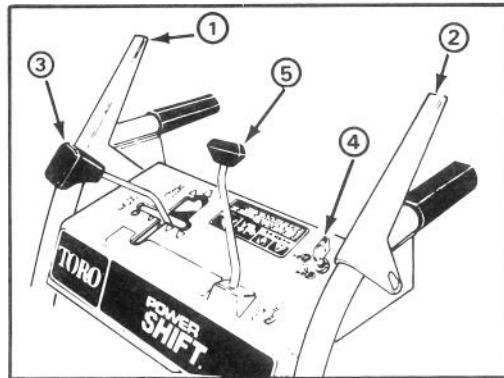

Abbildung 9
**Räumwerk-Kupplungshebel** (Abb. 9)—Dieser Hebel hat zwei Stellungen: EIN und AUS. Zum Einschalten des Räumwerks und Gebläses den Hebel zum linken Griffholm drücken. Um den Antrieb zu stoppen, den Hebel loslassen.
**Antriebshebel** (Abb. 9)—Dieser Schalter hat vier Gänge nach vorwärts und zwei nach rückwärts; er steuert auch den Power Shift-Betrieb der Räder.
**Räumwerk-Sperre** (Abb. 9)—Wenn sowohl der Räumwerk-Kupplungshebel als auch der Antriebshebel gedrückt werden, sperrt der Antriebshebel den Räumwerk-Kupplungshebel nach unten. Durch Freigabe des Antriebshebels wird der Räumwerk-Kupplungshebel freigegeben...
**Auswurfkontrolle** (Abb. 9)—Auswurfkontrolle im Uhrzeigersinn rotieren, um den Auswurf nach rechts zu bewegen, und gegen den Uhrzeigersinn, um den Auswurf nach links zu bewegen.
**Auswurfkontrolle** (Abb. 9) — Auswurfkontrolle im Uhrzeigersinn rotieren, um den Auswurf nach rechts zu bewegen, und gegen den Uhrzeigersinn, um den Auswurf nach links zu bewegen.
**Zündschloß** (Abb. 9)—Das Zündschloß hat zwei Stellungen: EIN und AUS. Den Zündschlüssel EIN drehen, ehe der Motor mit dem Rücklaufstarter angeworfen wird. Zum Abstellen des Motors den Schlüssel auf AUS drehen.
1. Die Speed-Shift-Steuering in die Leerlaufstellung (N) und die Drossel auf "schnell" (FAST) stellen (Abb. 9).
4. Den Zündschlüssel auf EIN drehen (Abb. 9).
1. Räumwerkkuplungshebel und Antriebshebel lösen (Abb. 9).